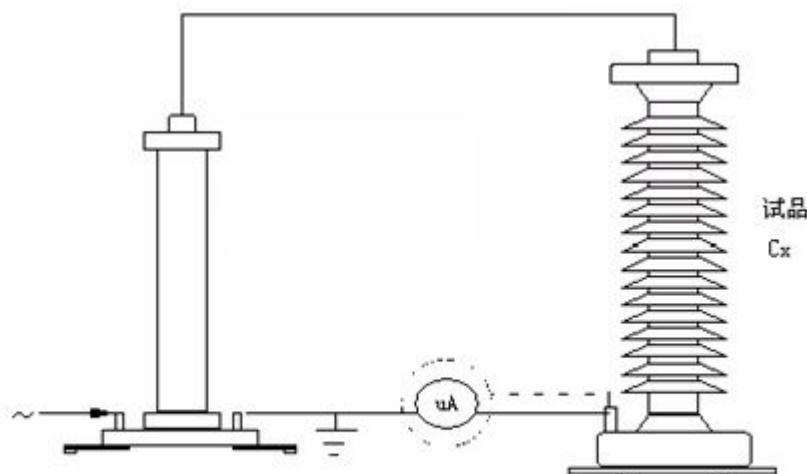

图 8a 微安表接入试品末端接线图
(3) 对氧化锌避雷器、磁吹避雷器等试品接地端可分开的情况下，也可采用在试品的底部（地电位侧）串入电流表进行测量的方式，但也必须使用屏蔽线（见图 8a）。